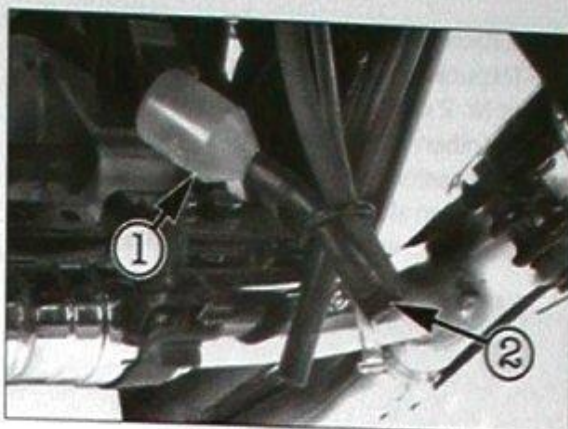

Bild 20
- ☑ Auffangbehälter ① Bild 20 des Kondensat-Absetzschlauchs kontrollieren. Falls sich Wasser oder Öl angesammelt haben, Behälter entleeren. Dazu geeignetes Gefäss unterstellen und Stopfen ② des Schlauchs abnehmen.